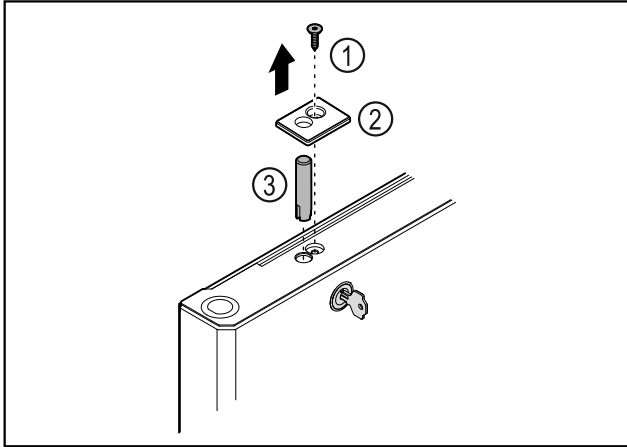

Fig. 32
- Retirer la vis Fig. 32 (1).
- Décrocher le cache Fig. 32 (2) avec un petit tournevis et le retirer.
- Retirer l'axe de la serrure Fig. 32 (3).